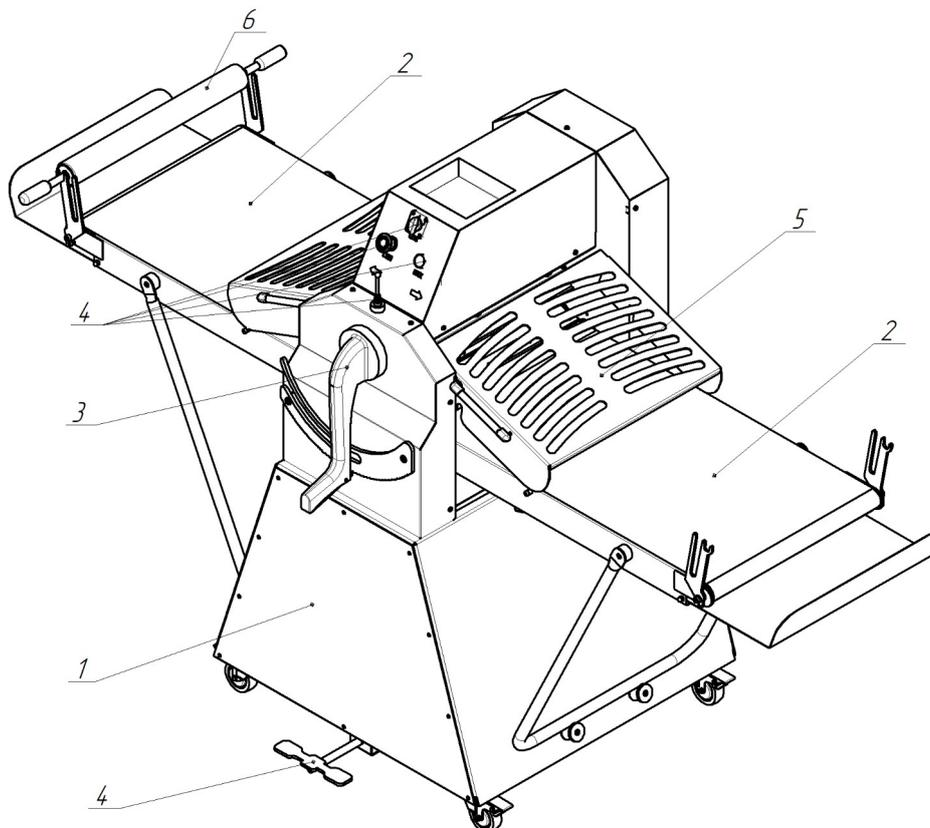

Рисунок 1.
1. Машина состоит из подставки (рис.1 поз.1), на котором закреплена машина, в щёках станины установлены раскатывающие валы (рис.2), привод валов (рис.3), привод транспортёров (рис.4), транспортёры (рис.1 поз.2), рукоятка регулирования зазоров между валами (рис.1 поз.3), кнопки, джойстик, педаль управления (рис.1 поз.4). На специальных кронштейнах установлена скалка (рис.1 поз.6). Предусмотрены скребки для очистки валов от теста (рис.2). Ограждение (рис.1 поз.5) снабжено блокировкой.
6. Джойстик и педаль (**рис.1 поз.4**) служит для переключения направления движения транспортёров.
7. Рукоятка регулирования зазоров (**рис.1.поз.3**) служит для выставления необходимого расстояния между раскатывающими валами.
8. Скалка (**рис.1 поз.6**) служат для накатывания на них тонкого теста для последующей переработки.
10. Ограждение (**рис.1 поз.5**) оснащены концевым выключателем, которая отключает машину при ее поднятии.